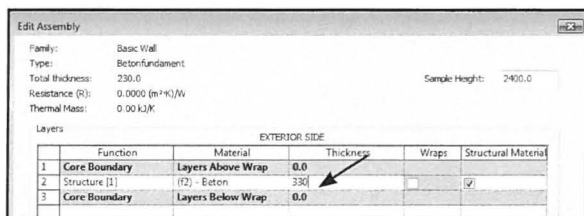

Fig. 14.06. Lav tykkelsen om til 330 mm og tryk OK i bunden af dialogboksen.
- Lav tykkelsen om til 330 mm (Fig. 14.06) og klik OK.